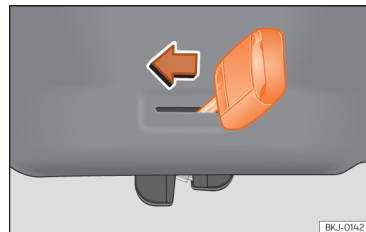

Fig. 56 Pormenor da bagageira: destrancagem de emergência.
- Introduza o palhetão da chave na ranhura e desloque a chave no sentido da seta até que a fechadura desbloqueie »» Fig. 56.